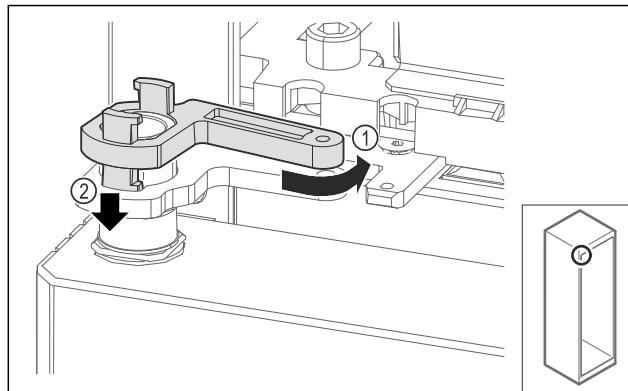

Fig. 71
- Lagano okrenite blokadu podloška ležaja natrag Fig. 71 (1), pritisnite je prema dolje Fig. 71 (2) i blokirajte u kutnu šarku.